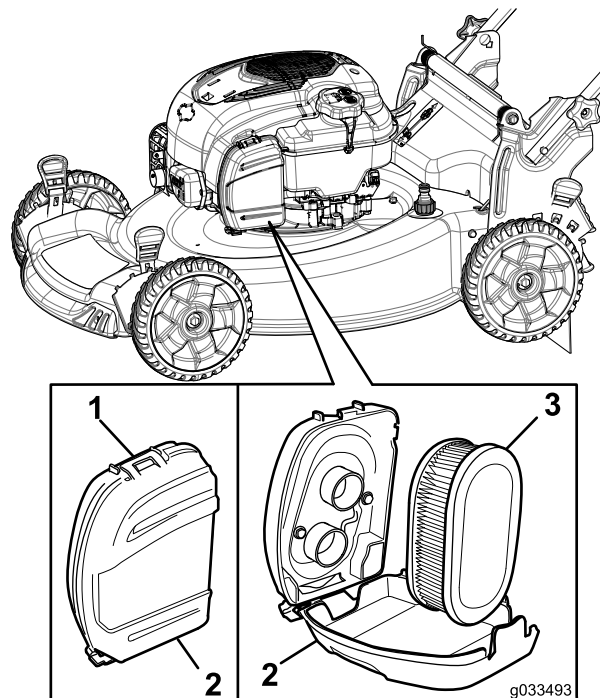

Рисунок 30
1. Расфиксируйте защелку в верхней части крышки воздушного фильтра (Рисунок 30).
2. Извлеките воздушный фильтр (Рисунок 30).